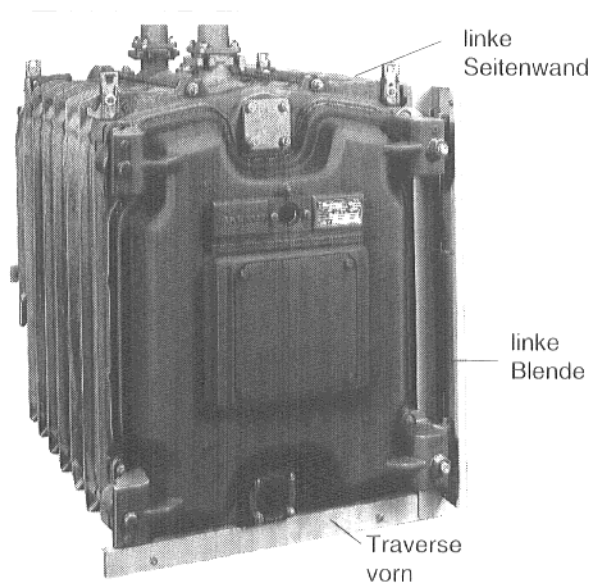

Abb. 32
- **Traverse vorne** unten am Vorderglied lose anschrauben (Abb. 32).
- **Seitenwände** mit der Traverse am Anschlußglied und der Traverse vorn verschrauben (Abb. 32 u. 33). Seitenwände ausrichten, Traversen am Kesselblock festschrauben.
- **Die Blenden rechts und links** an den Seitenwänden nach Abb. 32 anschrauben.